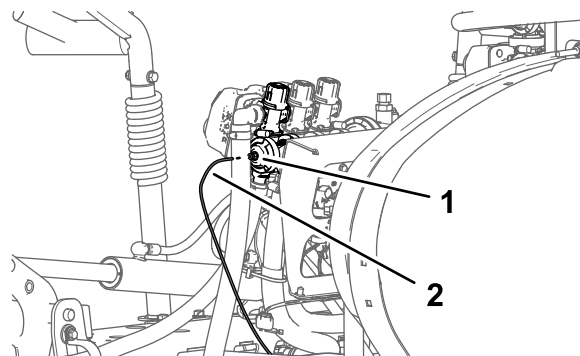

Рисунок 27
2. Вытяните трубку датчика давления для манометра на приборной панели из соединительной муфты (Рисунок 27).
1. Нажмите на запорное кольцо соединительной муфты в торцевой крышке клапана правой секции стрелы (Рисунок 27).